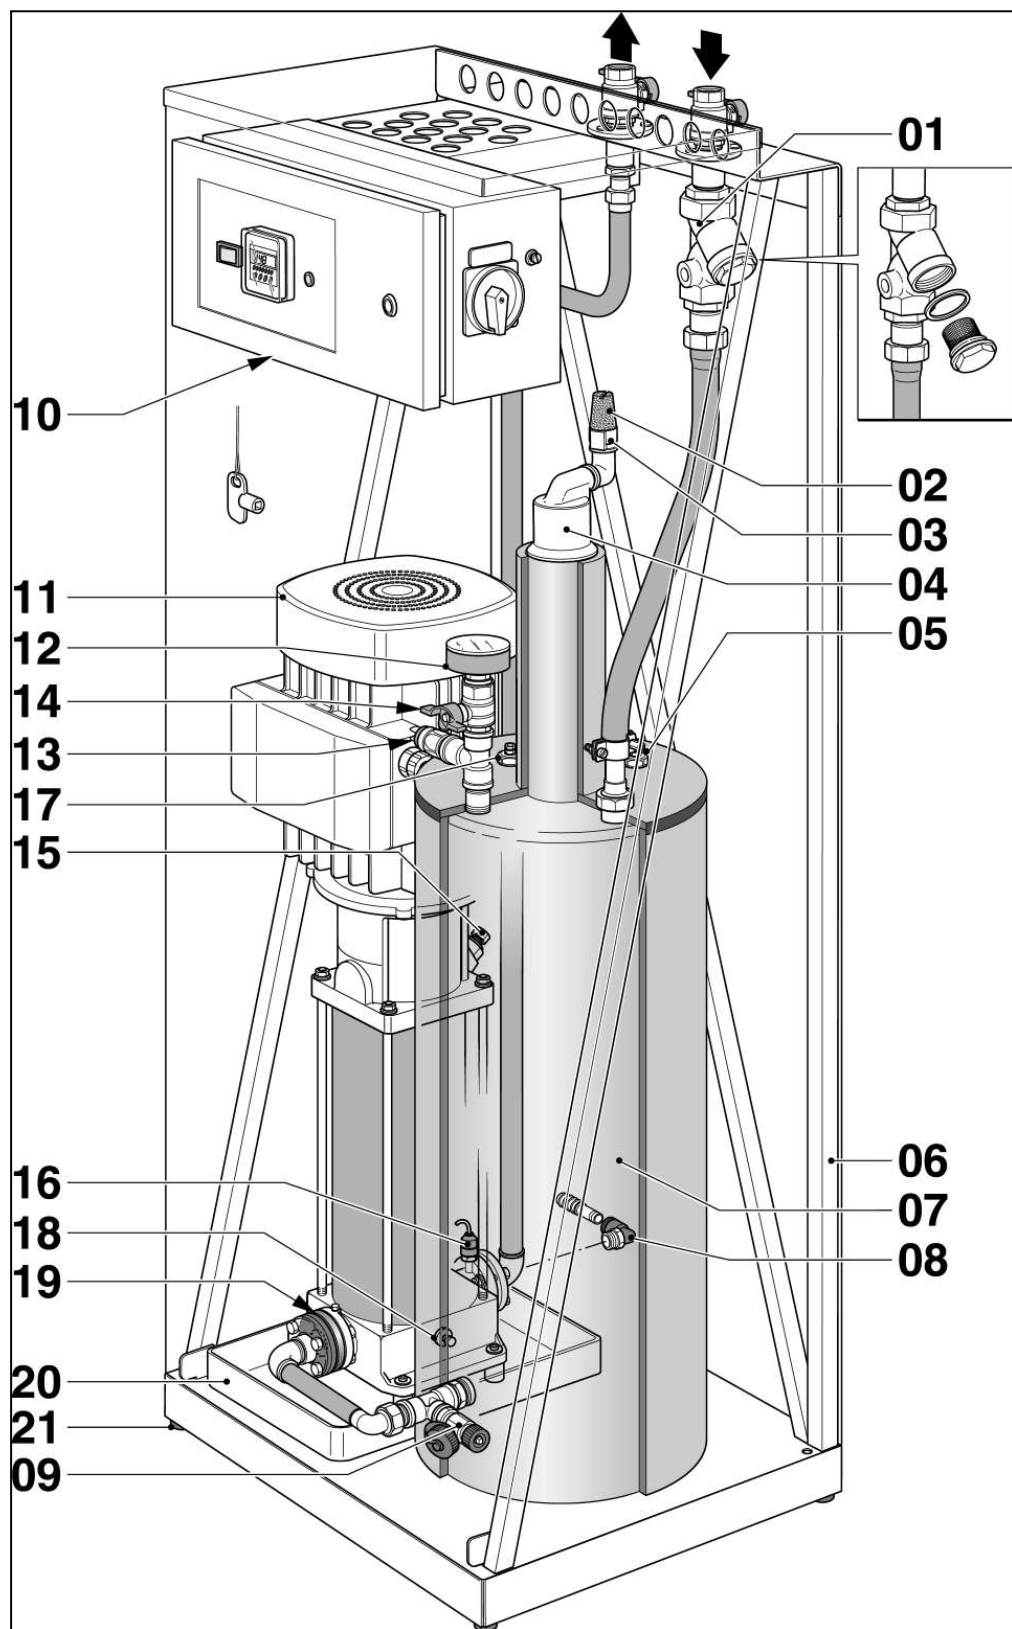

Рис. 2
Конструкция установки Spirovent® Superior S10 и S15 показана на рис. 2.
**НИКОГДА** не блокируйте обратный клапан ( рис. 2, позиция 3 ) в случае, если (тестовые) давления превышают значение в 10 бар.